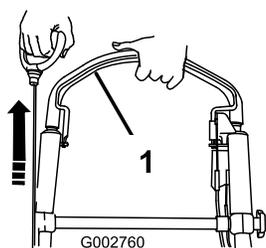

Figure 22
- Maintenez la barre de commande de la lame contre le guidon (Figure 22).
- Démarrez le moteur à l'aide du lanceur (Figure 22).